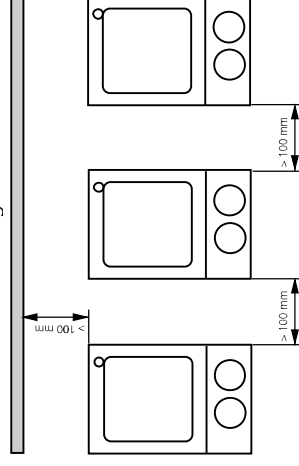

Fig. 2
- Beachten Sie die Mindestabstände zwischen Geräten, zwischen Gerät und Wand (wie in Fig. 2 dargestellt), sowie oberhalb des Aufbaus (min. 800mm)